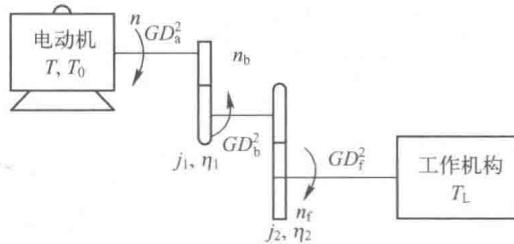

图 2-2 某电力拖动系统示意图
【例 2-1】 如图 2-2 所示的电力拖动系统中, 已知飞轮矩 $GD_a^2 = 14.5 \text{ N} \cdot \text{m}^2$, $GD_b^2 = 18.8 \text{ N} \cdot \text{m}^2$, $GD_f^2 = 120 \text{ N} \cdot \text{m}^2$, 传动效率 $\eta_1 = 0.91$, $\eta_1 = 0.93$, 转矩 $T_{Lg} = 85 \text{ N} \cdot \text{m}$, 转速 $n = 2450 \text{ r/min}$, $n_b = 810 \text{ r/min}$, $n_f = 150 \text{ r/min}$, 忽略电动机空载转矩, 求: (1) 折算到电动机轴上的系统总飞轮矩 GD^2 ; (2) 折算到电动机轴上的负载转矩 T_L 。